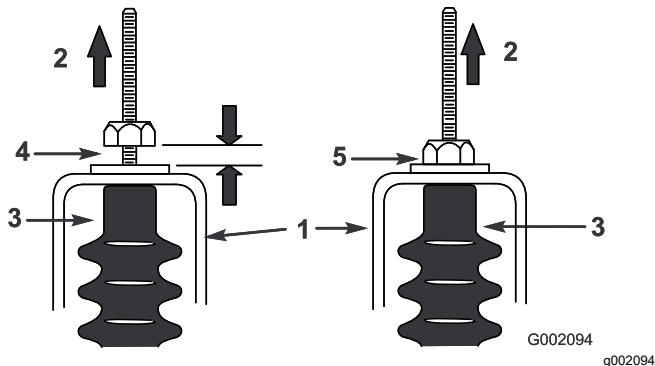

Figura 59
- Tirate verso l'alto ciascun cavo del cambio e verificate che vi sia un gioco di 0,76–1,52 mm tra il dado con rondella e la staffa di folle (Figura 59).